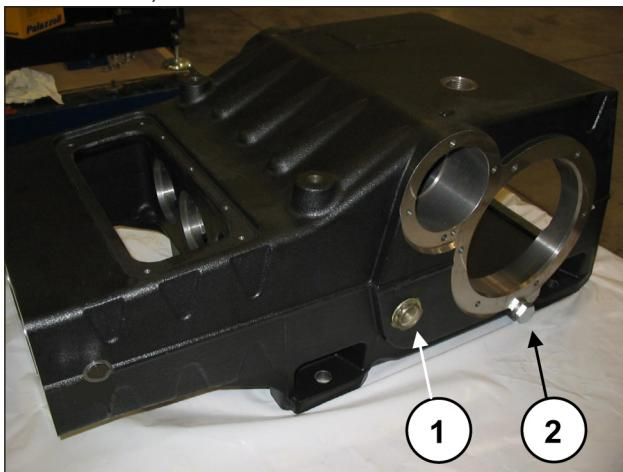

Abb. 47
Montieren Sie die beiden Ölstand-Schaugläser, die zwei Ölabblassverschlüsse und den 90° Steckanschluss (Pos. ①, ② und ③ Abb. 47).